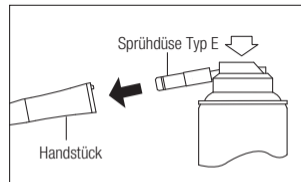

Abb. 7
- 2) Setzen Sie die Sprühdüse auf der Rückseite des Handstücks ein. Halten Sie das Handstück fest und sprühen Sie für die Dauer von etwa 2-3 Sekunden. Tragen Sie Schmiermittel auf, bis es mindestens 2 Sekunden lang aus dem Handstückkopf austritt (Abb. 7).
- 3) Schmieren Sie das Handstück mit dem NSK PANA SPRAY Plus / PANA SPRAY (Abb. 7) oder dem automatischen Handstück-System für Reinigung und Schmierung (Pfleegerät) von NSK.